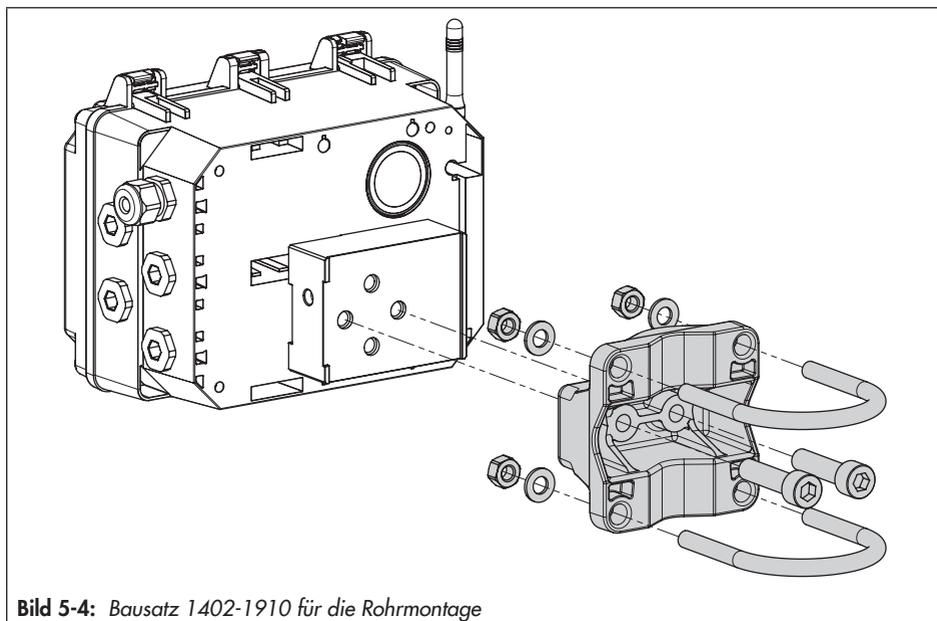

Bild 5-4: Bausatz 1402-1910 für die Rohrmontage
- Bausatz für Rohrmontage als Zubehör (vgl. Bild 5-4)